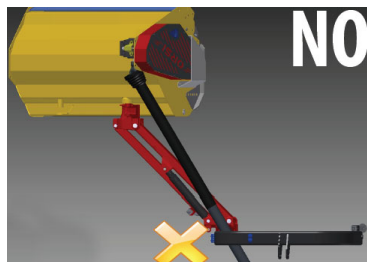

Fig.35
- Verificare che con la trincia in posizione di apertura MAX il cardano non interferisca con nessun'altra parte ("Fig.35").
- Check that when the shedder is in the maximum opening position, the PTO shaft does not have any contact with other parts ("Fig.35").
- If the PTO shaft comes into contact with other parts, adjust the cylinder (to position completely closed) A by unscrewing the nut and the locknut and by complying with the measures (1, "Fig.35") shown in the table.
- Vérifier que quand le broyeur est dans la maximale position de ouverture, le cardan n'aie pas de contact avec d'autres parties, comme indiqué dans l'image ("Fig.35").
- Si le cardan entre en contact avec d'autres parties, réglez le vérin (en position complètement fermée), A comme indiqué dans l'image, en dévissant l'écrou et le contre écrou et en respectant les dimensions (1, "Fig.35") indiquées dans le tableau ci-dessous.
- Überprüfen Sie, dass auch wenn die Schleppelmäher mit der größtmöglichen Oenheit ist, die Gelenkwelle nicht im Berührung mit anderen Teilen kommt, wie im ("Fig.35") gezeigt.
- Wenn die Gelenkwelle in Kontakt mit anderen Teilen kommt, stellen Sie der Zylinder (in vollständige geschlossene Stelle), A durch Abschrauben der Mutter und der Gegenmutter, unter Beachtung die Dimensionen, wie im (1, "Fig.35") in der folgenden Tabelle aufgeführt.
- Compruebe que en la máxima posición de abertura se encuentra la trituradora, la toma de fuerza no tiene contacto con otras partes, como se muestra en la imagen ("Fig.35").
- Si la toma de fuerza entra en contacto con otras partes, ajustar el cilindro (en posición totalmente cerrada), A como desenroscando la tuerca y la contratuerca y respetando las medidas como se muestra en la imagen (1, "Fig.35") que se muestra en la tabla siguiente.
- Verificar se com triturador na posição aberta MÁX, o eixo cardan não interfere com qualquer outra peça ("Fig.35").
- Se o eixo cardan entrar em contacto com outras partes, o macaco deve ser ajustado (na posição totalmente fechado) A, desaparafusando a porca e a contraporca e respeitando as medidas (1, "Fig.35") indicadas na tabela abaixo.